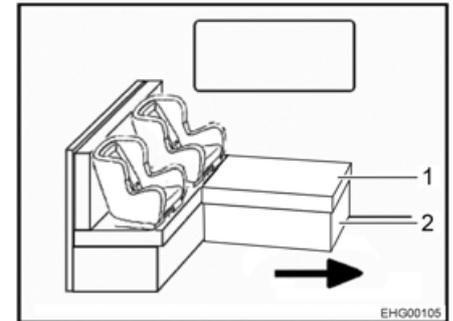

Fig. 27 Asiento infantil en el banco L
La flecha en Fig. 25 en Fig. 27 muestra la dirección de marcha.
- Quitar el cojín (Fig. 27,1) si es necesario.
- Plegar el bastidor de baúl (Fig. 27,2) si es necesario.